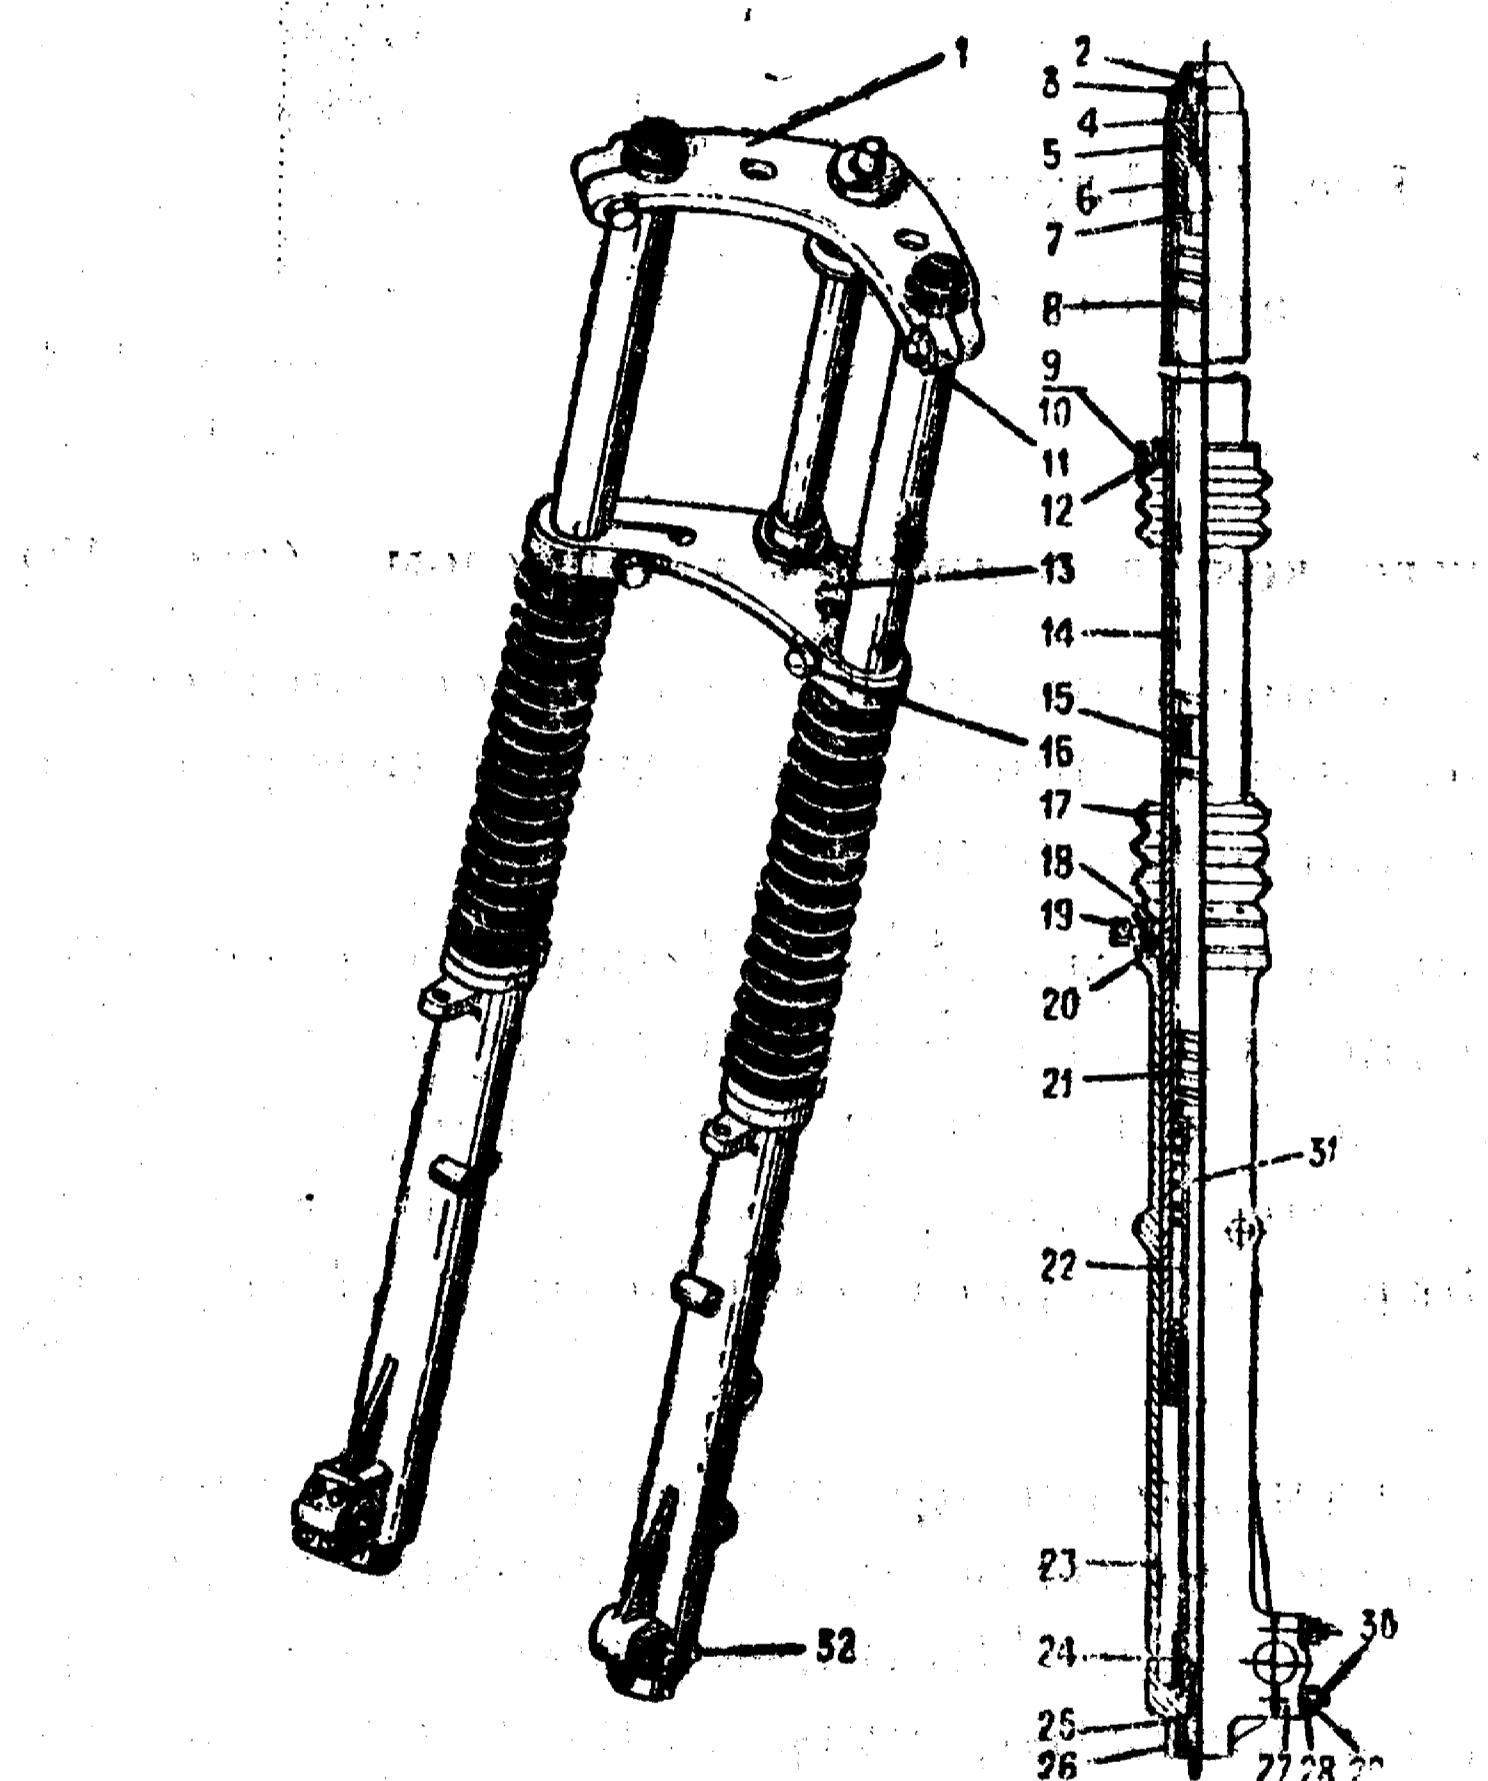

Рис. 18. Подвеска переднего колеса с дисковым тормозом:
5.3.1. Подвеска переднего колеса с дисковым тормозом (рис. 18)